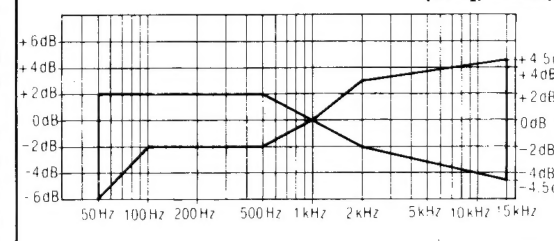

Fig. 14
- Enlever la bande étalon vierge normale et placer la bande étalon QZZCRX (bande CrO2). Enregistrer les signaux de 50Hz, 100Hz, 200Hz, 500Hz, 1kHz, 4kHz, 8kHz, 10kHz et 15kHz. Reproduire ensuite ces signaux et vérifier si la courbe est comprise dans les limites indiquées par le tableau de réponse de fréquence globale pour les bandes CrO2 (Fig. 14).
- Changer la bande étalon pour la bande étalon vierge QZZCRZ (bande métallique), et enregistrer les signaux de 50Hz, 100Hz, 200Hz, 500Hz, 1kHz, 4kHz, 8kHz, 10kHz et 15kHz. Ensuite, lire les signaux et vérifier si la courbe se trouve entre les limites indiquées dans le tableau de réponse en fréquence globale pour les ruban CrO2 (Fig. 14).